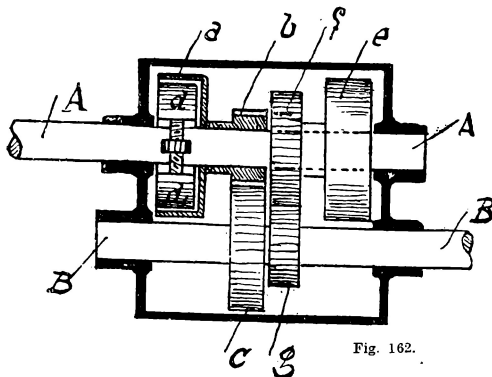

Fig. 162.
*Cambio di velocità con innesto d'ingranaggi a frizione* (fig. 162). — Fu adottato per parecchi anni dalla Casa De Dion Bouton di Parigi.